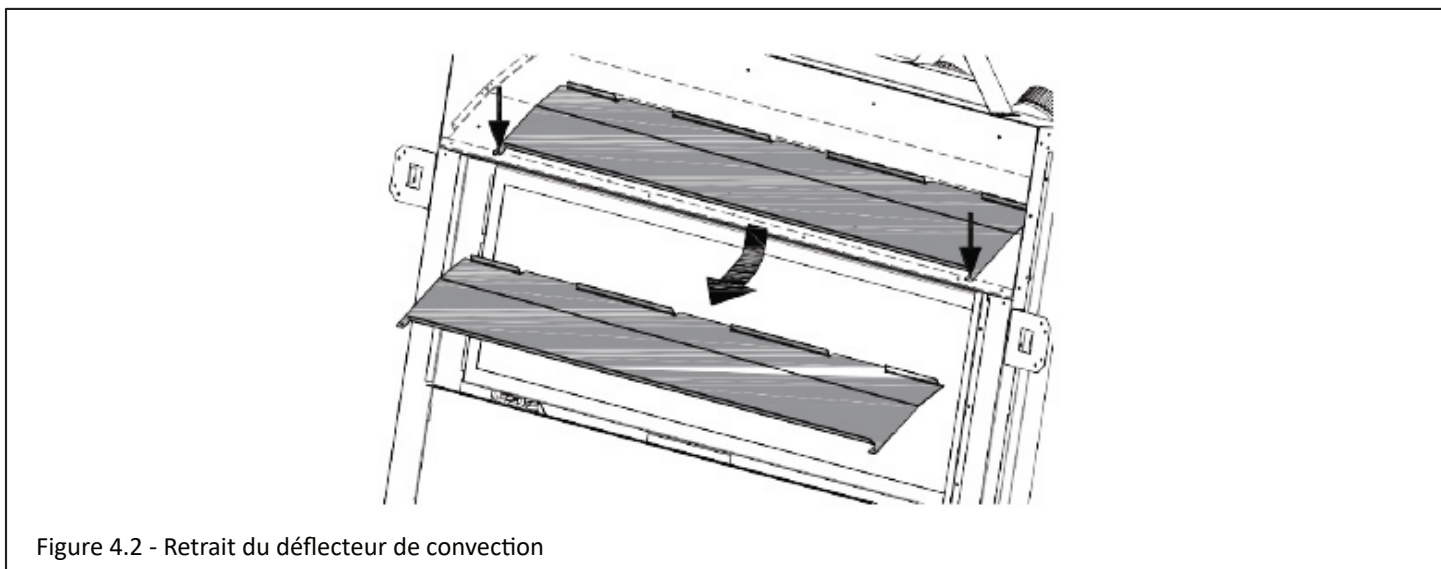

Figure 4.2 - Retrait du déflecteur de convection
3. Repérez le déflecteur de convection, montré à la Figure 4.2. Il y a (2) vis qui retiennent le déflecteur de convection derrière le rebord supérieur de l'ouverture du foyer. Retirez du foyer les vis et le déflecteur de convection. Jetez (ou recyclez) le déflecteur de convection. Voir la Figure 4.3 qui montre le trajet de l'air, après avoir retiré le déflecteur.